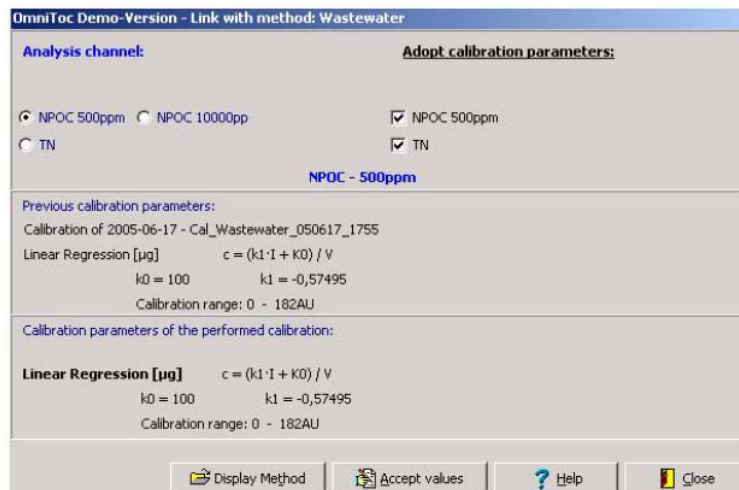

图48 **Link with Method**（与方法相连）窗口——**Adopt Calibration Parameters**（选定标定参数）
5. **Link with Method**（与方法相连）窗口打开（图48）。之前的标定系数和最新确定的标定系数显示并比较。